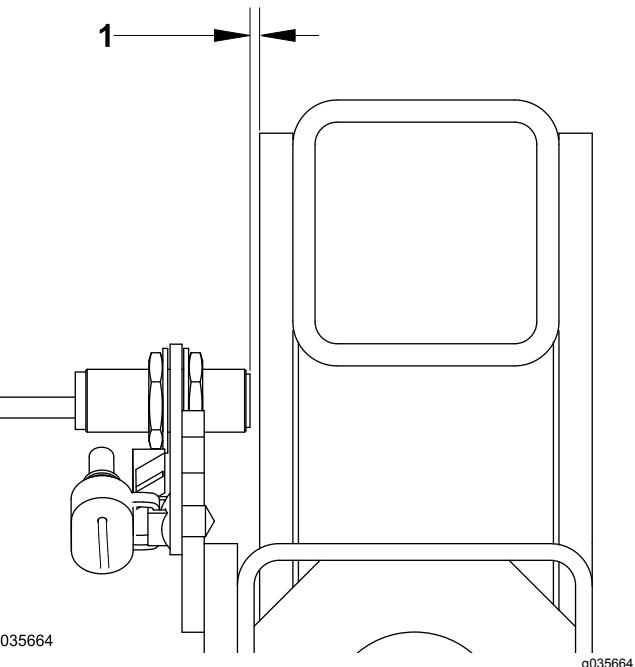

図 19
- 取り付けたセンサーに 3.6 mm の隙間を作る(図 19)。